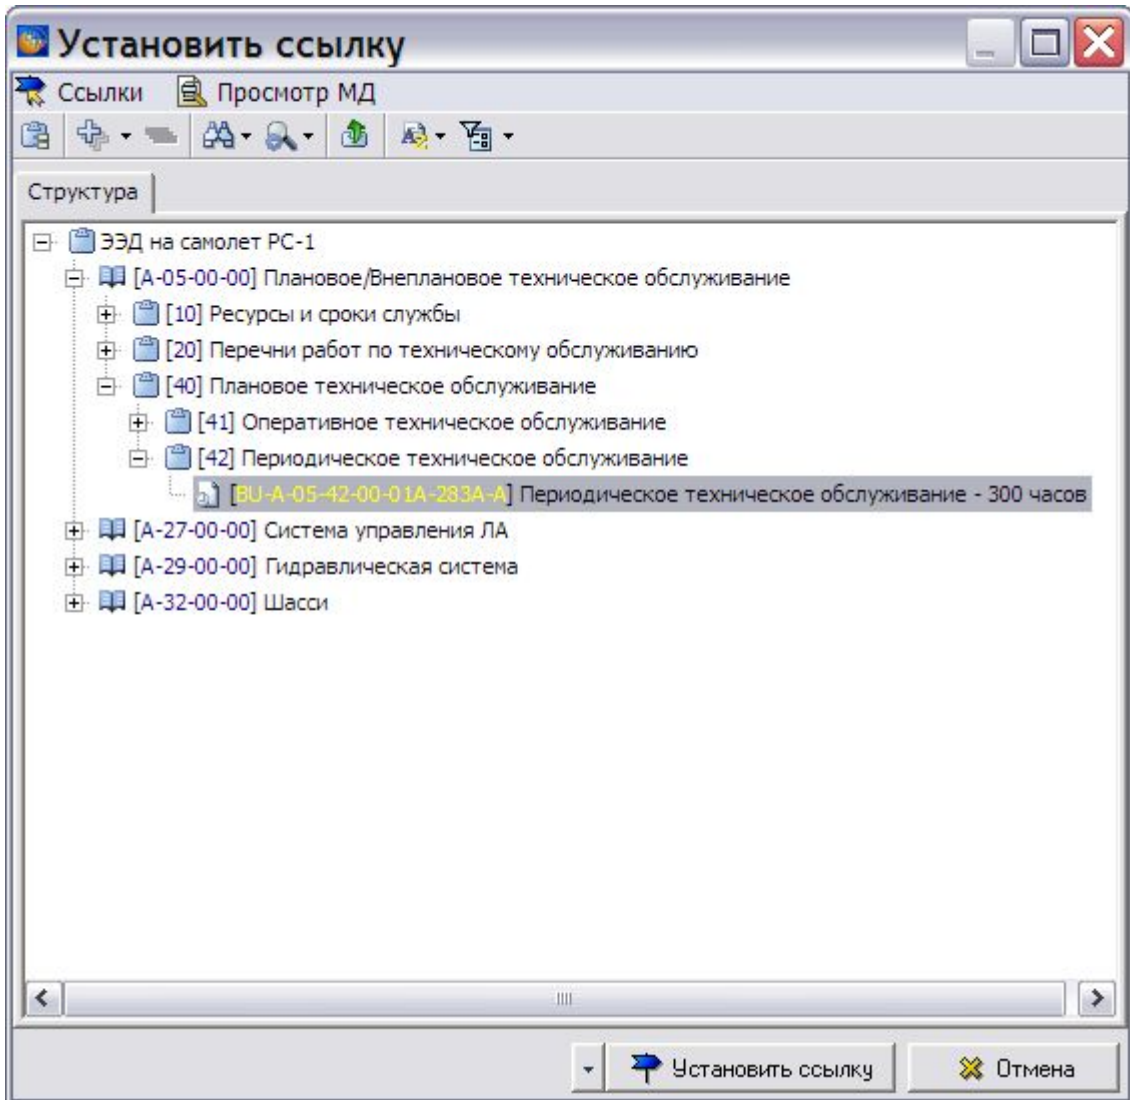

Рис. 4.13
2. Нажмите на кнопку **Установить ссылку** . При этом откроется диалоговое окно **Установить ссылку** со структурой проекта (Рис. 4.13).